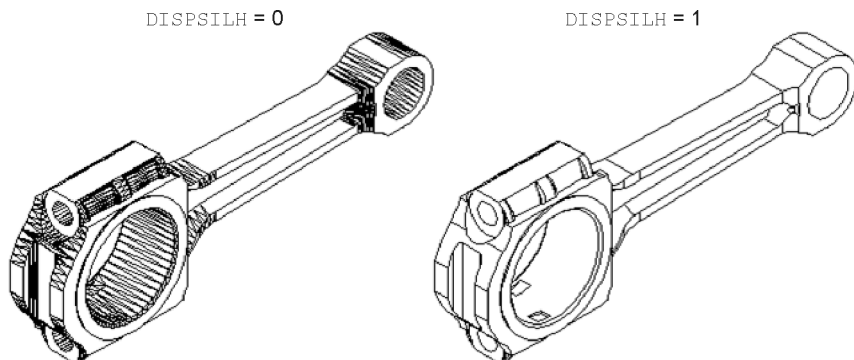

Рис. 12.1. Изображение со скрытыми линиями при разных значениях **DISPSILH**
- искривленные поверхности представляются в виде сети, если системная переменная `DISPSILH = 0`. Если же `DISPSILH = 1`, то генерация сети подавляется и выводятся только силуэты тел без скрытых линий (рис. 12.1);